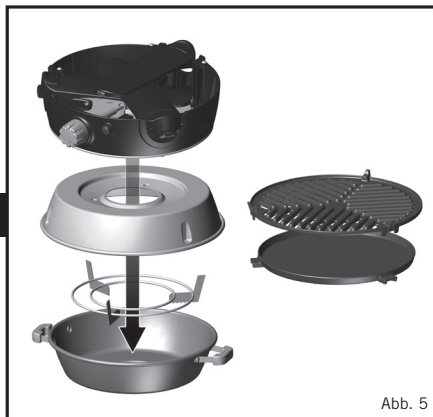

Abb. 5
- Für die Lagerung das Gerät auskühlen lassen. Nach der Reinigung: Klappen Sie das Gerät, wie oben in Abschnitt 3 beschrieben, zusammen. Legen Sie den Deckel unten in die Tasche. Als nächstes stellen Sie den Topfständler umgekehrt in den Deckel. Platzieren Sie die umgekehrte Fettauffangschale über den Deckel und Topfständler. Dann stellen Sie das Gerät umgekehrt über die Fettauffangschale. Das Grillrost und die flache Platte in das separate Fach im Deckel der Tasche stecken und sie dann schließen. Den Deckel der Tasche über die Tasche falten und dann schließen (Abb. 5).